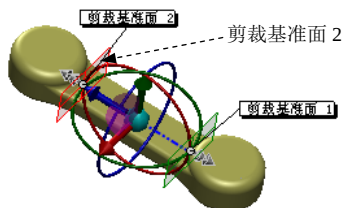

图 3.25.14 剪裁基准面 2 的位置
Step6. 定义剪裁基准面 2 的位置。在 **剪裁基准面 2** 区域的  文本框中输入数值 75，此时发现剪裁基准面 2 的位置发生了变化，如图 3.25.14 所示。